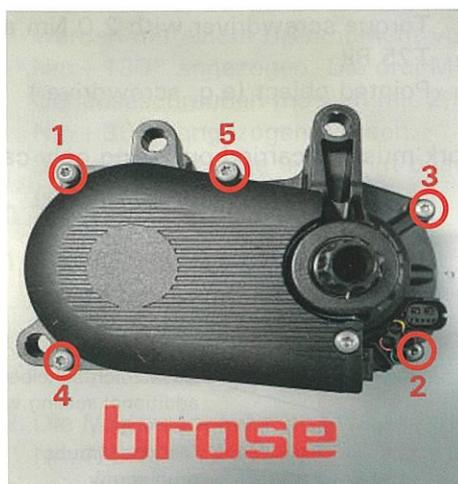

Abb.2
1. Als erstes werden die 5 Gehäuseschrauben gelöst. (siehe Abbildung 2) Die Schrauben müssen entsorgt werden.
1. First loosen the 5 housing screws. (see figure 2) The screws must be disposed of.
10. Die zwei M5x22 Gehäuseschrauben werden mit einem Drehmoment von 2,0 Nm + 180° angezogen. Die drei M5x73 Gehäuseschrauben müssen mit 2,5 Nm + 360° angezogen werden. Schraubreihenfolge unbedingt beachten! (siehe Abbildung 2)
(see figure 2)